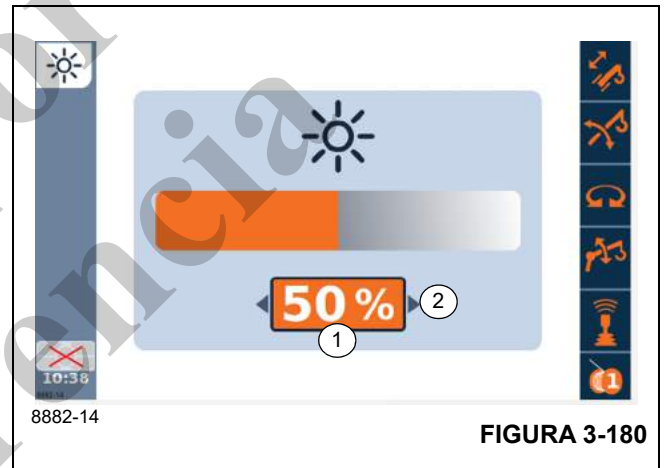

FIGURA 3-180
- Seleccione el símbolo (1), (Figura 3-180).
Una flecha aparece a la izquierda y a la derecha del porcentaje (2), (Figura 3-180).